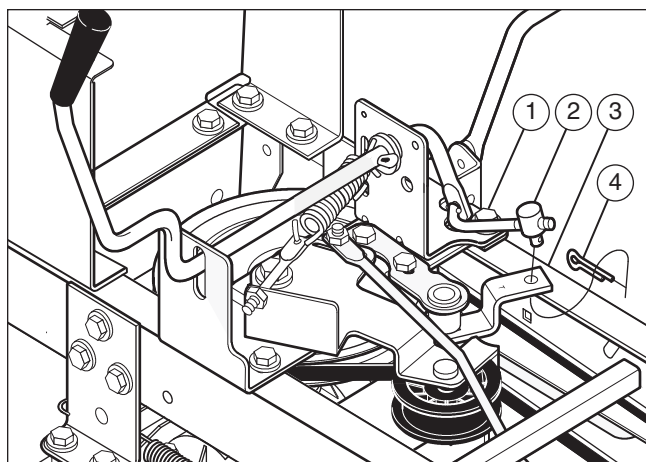

Figura 18
2. Staccare il dado di regolazione (2) dalla staffa del cambio (3) (Figura 18).
5. Per allineare il dado di regolazione con il foro nella staffa del cambio (3) girare il dado di regolazione (2).
7. Rimuovere il dado di regolazione dalla staffa del cambio (3). Tirare la cinghia di trasmissione del movimento sulla staffa del cambio (3) (Figura 18).